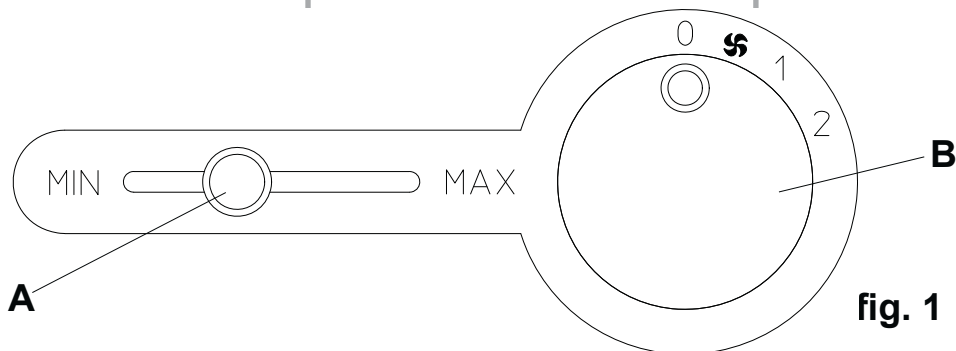
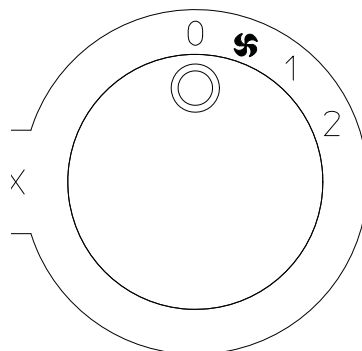

fig. 1
fig. 2
- Assicurarsi che il riferimento "I" della manopola "B" (fig. 1) sia allineato al simbolo "o" presente sul pannello comandi (fig. 2).
- *Ensure that the reference mark "I" on knob "B" (fig. 1) is aligned with the "o" symbol on the control panel (fig. 2).*
- S'assurer que la référence "I" de la molette "B" (fig. 1) est alignée sur le symbole "o" présent sur le pupitre de commande (fig. 2).